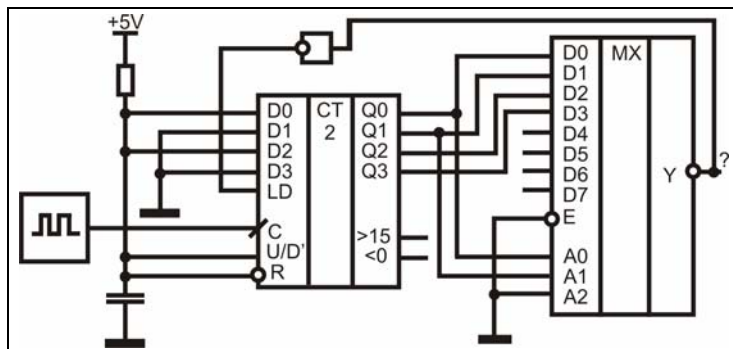

Рис. 4
5. Построить временную диаграмму работы устройства, показанного (в качестве примера) на рис. 4 - 7.